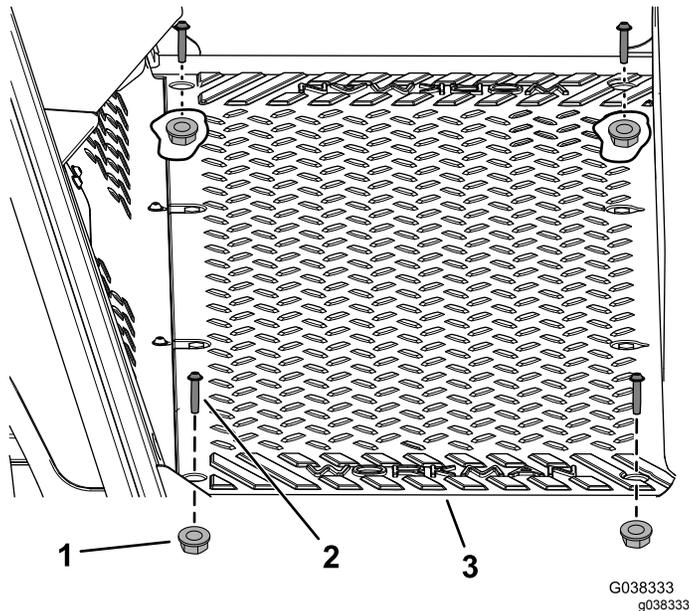

Figura 2
1. Retire los 4 tornillos (1/4" x 1 1/4") y las 4 tuercas (1/4") de la placa del suelo (Figura 2).
- Instale los 4 tornillos (¼" x 1¼") y las 4 tuercas (¼") retirados anteriormente en la placa del suelo (Figura 2).